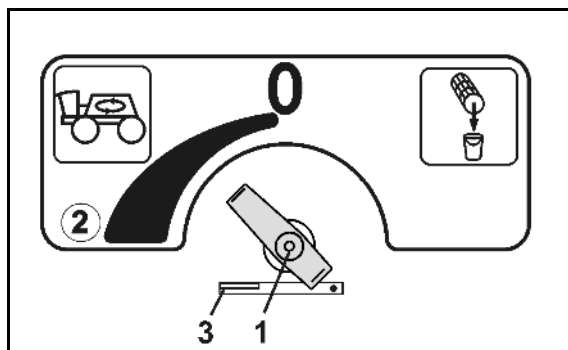

Fig. 74
- Malaxorul suplimentar se reglează de la robinetul de reglare (Fig. 74/1).
Malaxorul suplimentar este deconectat în poziția 0 a robinetului de reglare. Cea mai mare performanță de amestec se realizează în poziția (Fig. 74/2).
Siguranță pentru funcția de scurgere a filtrului de presiune (Fig. 74/3).